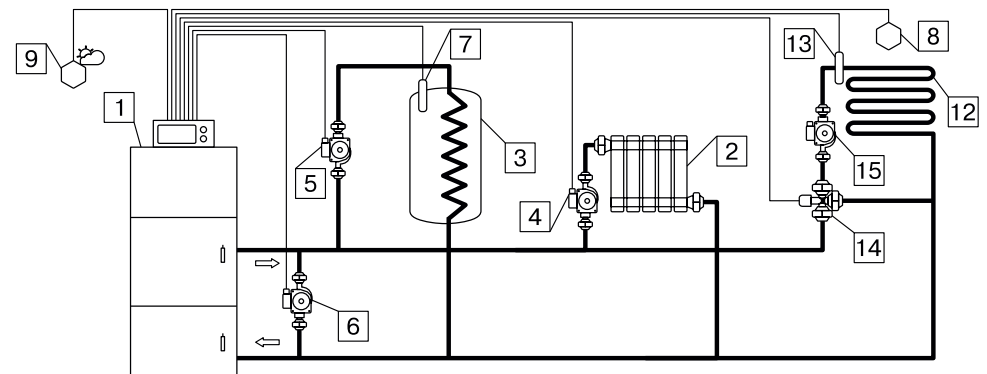

Рис.7 Упрощенная схема подключения котла с узлом рециркуляции
7.4.5. Во избежание конденсации продуктов сгорания в котле и повышения долговечности котла и дымохода, отопительный котел должен быть оборудован рециркуляционной системой или смесительным устройством, поддерживающим температуру теплоносителя на входе в котел выше 65°C, (см. рис.7; 8).